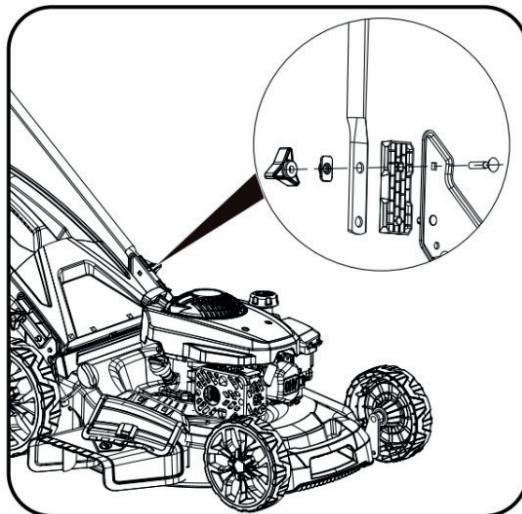

Рис. 3
- Прикрепите нижнюю ручку к устройству с помощью двух болтов и двух маленьких ручек с каждой стороны. (Рис.3)